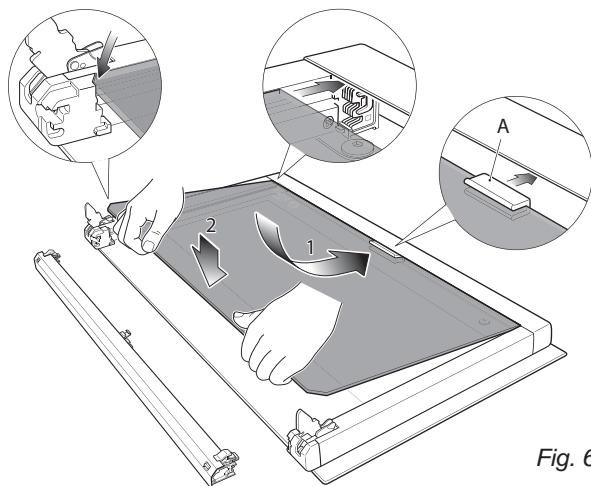

Fig. 6.16
- Verificare che la guarnizione "A" sia in posizione (fig. 6.16), altrimenti posizionarla correttamente sul bordo del vetro interno in posizione centrale.